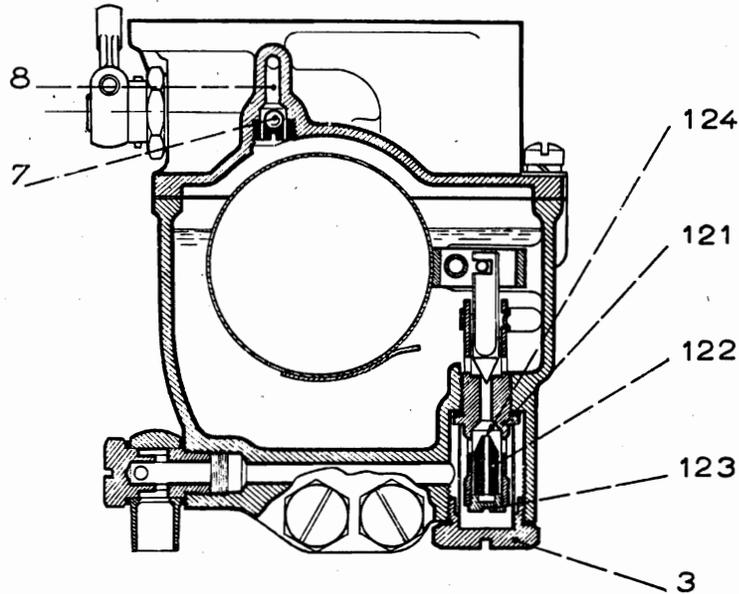

FIG. 27 — FONCTIONNEMENT EN VOL NORMAL
Dispositif de vol inversé : Carburateur 60 IGSA (*fig. 27 et 28*).
En position normale (*fig. 27*), le clapet mobile (122) repose sur le bouchon (123) et il n'intervient pas dans le circuit d'alimentation d'essence qui s'effectue de la façon habituelle par le siège d'arrivée d'essence contrôlé par le pointeau (5).
- Toutes les 30 heures**, démonter le bouchon de filtre (3), dévisser le bouchon (123) et dégager le clapet de vol inversé (122)
- Remettre en place le clapet (122), bloquer le bouchon (123). Vérifier que le clapet se déplace librement
- Engager le filtre sur le guidage inférieur du siège de pointeau, bloquer le bouchon filtre (3) sur son joint ; freiner. . .
- Voir fig. 27 et 28.*